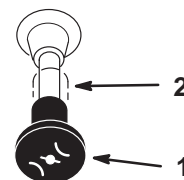

Figure 14
7. Lorsque le moteur a démarré, amenez progressivement la manette de starter en position Hors service (Fig. 14). Si le moteur cale ou hésite, ramenez la manette de starter à la position En service pendant quelques secondes. Réglez ensuite la manette d'accélérateur à la position voulue. Répétez l'opération si nécessaire.